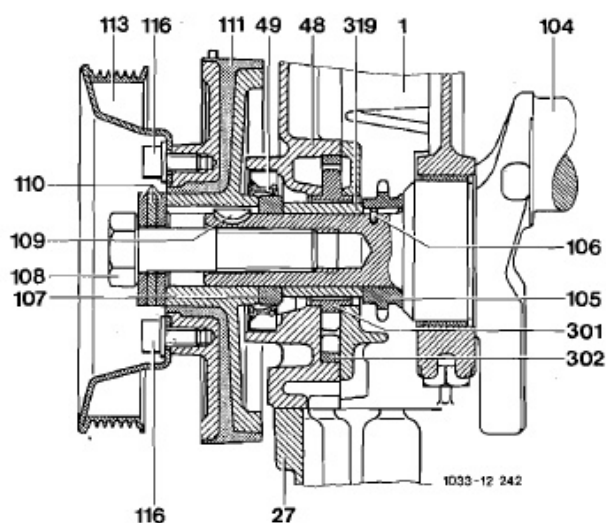

Figura 03/3
Conforme a la transmisión por correa única (de nervios trapezoidales), la polea tiene 6 ranuras. Va fijada al antivibrador mediante 6 tornillos M8 x 16 (116) (figura 03/3).